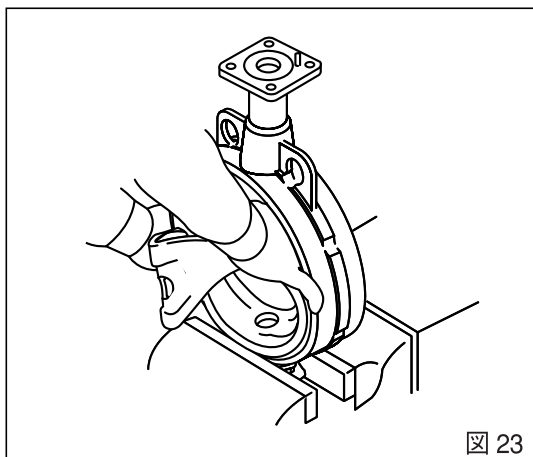

図 23
4. シートリングの挿入：バルブをバイスなどで固定し、軸穴の位置を確認しながらシートリングを下側から本体に挿入します。次いでシートリングの上部に力を加え、凹状に湾曲させた状態で本体にはめ込みます。(図23)